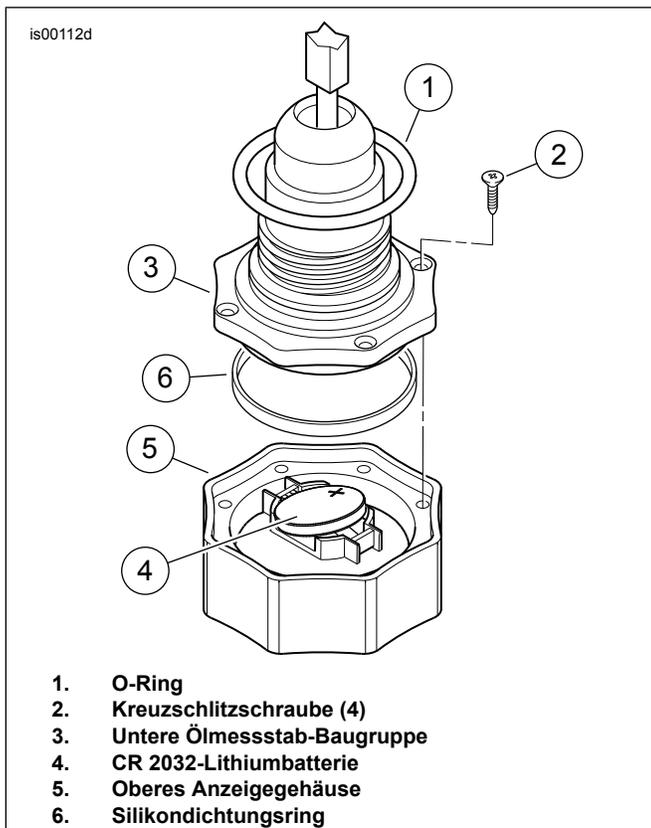

Abbildung 3. Ölmesstab-Batterieaustausch
Siehe Abbildung 3. Beim Trennen der oberen (5) und unteren (3) Anzeige-Gehäusehälften sehr vorsichtig sein.
1. Die vier kleinen Kreuzschlitzschrauben (2) an der Unterseite des Anzeigegehäuses entfernen.
Siehe Abbildung 3. Die oberen (5) und unteren (3) Anzeigen-Gehäusekomponenten vor dem Zerlegen markieren, damit sie mit der gleichen Rotationsausrichtung zusammengebaut werden können. Beim Trennen der zwei Anzeige-Gehäusehälften sehr vorsichtig sein.